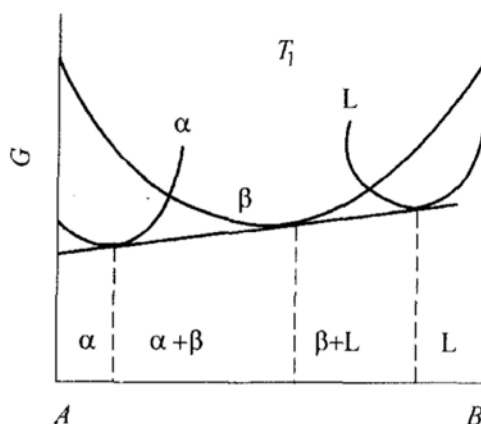

图 19-4 第二题第 7 小题
(1) 相图中三条水平线的反应式 (温度由高到低): 包晶反应: $L + \alpha \rightarrow \beta$, 共析反应 $\beta \rightarrow \alpha + \gamma$, 共析反应 $\gamma \rightarrow \alpha + \delta$; T_1 温度下的成分-自由能曲线示意图如图 19-4 所示。
(2) Cu-10wt%Sn 合金平衡凝固过程: 析出初晶 α , 凝固后得到单相固溶体 α 。